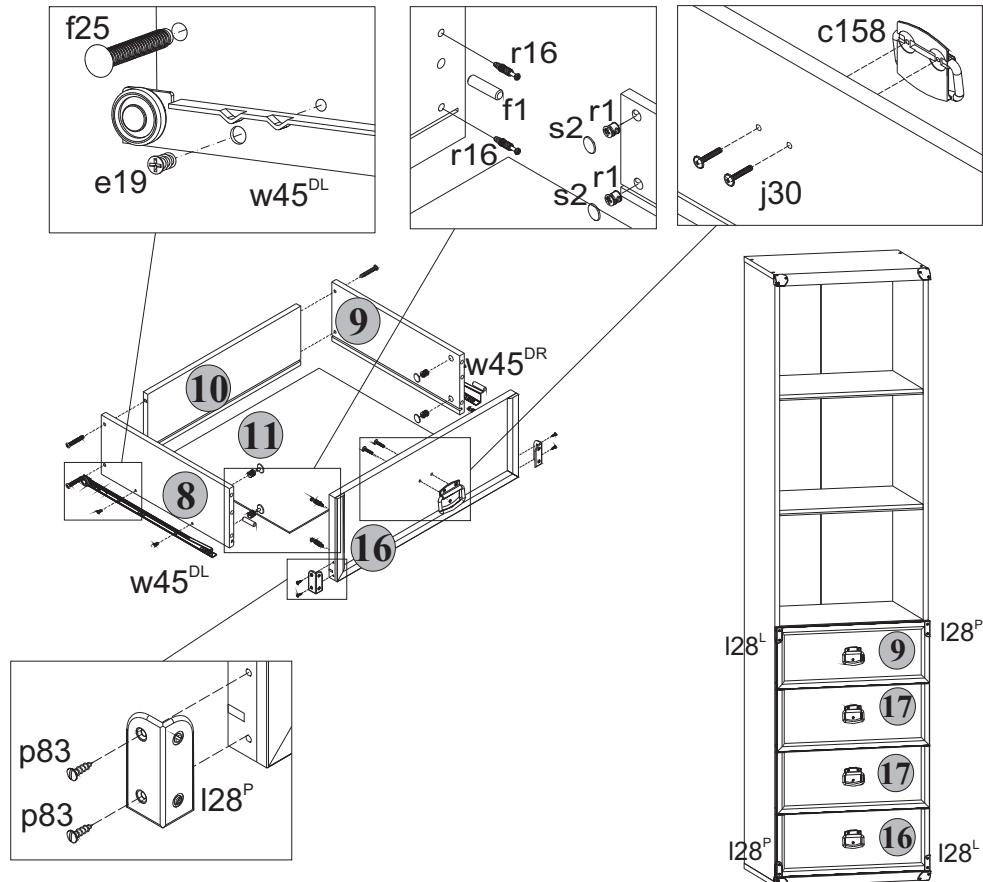

Рис. 3
5.13 В отверстия диаметром **8 мм** на передних кромках стенок боковых **8** и **9** корпусов выдвижных ящиков вбить деревянные шканты **f1** (**см.рис.3**).
5.14 В отверстия диаметром **15 мм** на внутренних поверхностях стенок боковых **8** и **9** корпусов выдвижных ящиков вставить стяжки эксцентриковые **r1** (**см.рис.3**).
5.15 В отверстия диаметром **5 мм** на внутренних поверхностях панелей передних **16**, **17** и **9** ящиков выдвижных с помощью крестообразной отвертки вкрутить винты стяжки **r16** (**см.рис.3**).
5.17 Соединить панель переднюю **16** с корпусом ящика выдвижного и затянуть стяжки эксцентриковые **r1**, пользуясь специальным ключом **z1**. Закрыть стяжки эксцентриковые заглушками **s2** (**см.рис.3**).
5.19 Соединить панели передние **17** с корпусами ящиков выдвижных и затянуть стяжки эксцентриковые **r1**, пользуясь специальным ключом **z1**. Закрыть стяжки эксцентриковые заглушками **s2** (**см.рис.3**).
5.20 Соединить панель переднюю **9** с корпусом ящика выдвижного и затянуть стяжки эксцентриковые **r1**, пользуясь специальным ключом **z1**. Закрыть стяжки эксцентриковые заглушками **s2** (**см.рис.3**).